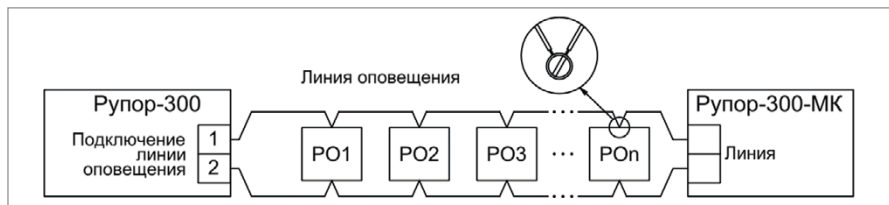

Рисунок 11. Схема внешних соединений модуля контроля линии Рупор-300-МК
2. Схема внешних соединений приведена на Рисунок 11.